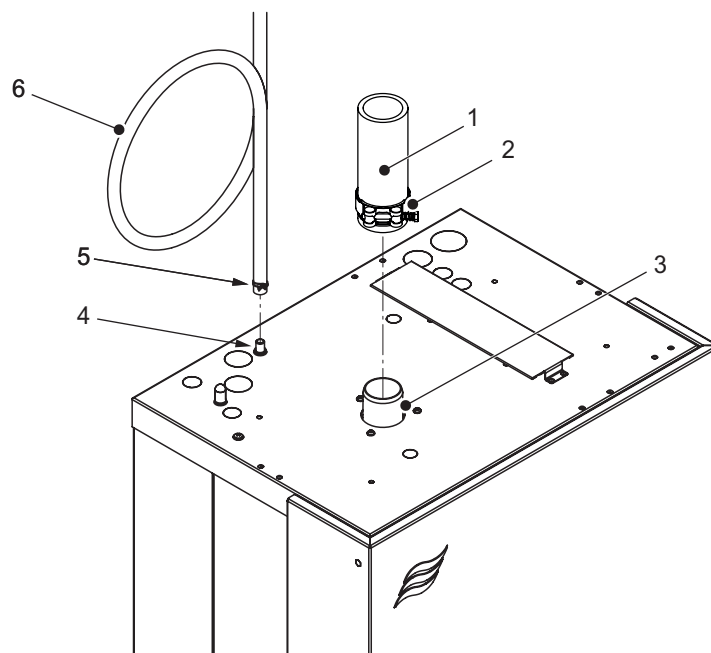

Figure 12 : Raccordements de la conduite sur l'humidificateur
- a. Raccorder le tuyau de vidange de condensat sortant de l'unité de ventilation vers l'un des raccords de vidange suivants. Consulter la Figure 12.